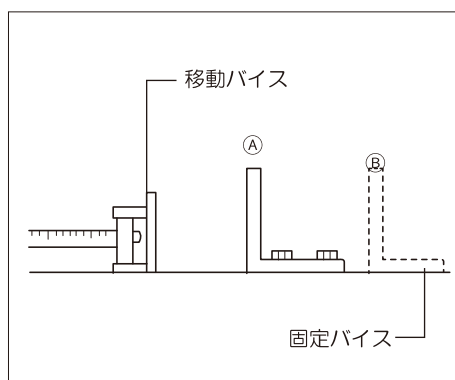

図3
①材料の寸法により、固定バースを移動する事によって、巾の広い材料の切断作業ができます。(図3参照)
②固定クランプの移動とクランプの開き巾